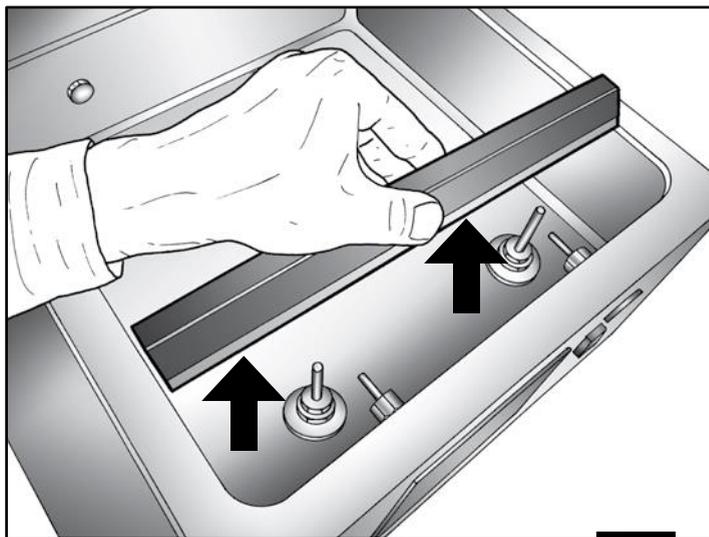

Рис. 1
* Извлеките запаечную перекладину из вакуумной камеры, подняв ее горизонтально, держа за обе стороны (Рис. 1).
- 1) Извлеките запаечную перекладину из вакуумной камеры, подняв ее горизонтально, держа за обе стороны (Рис. 1).